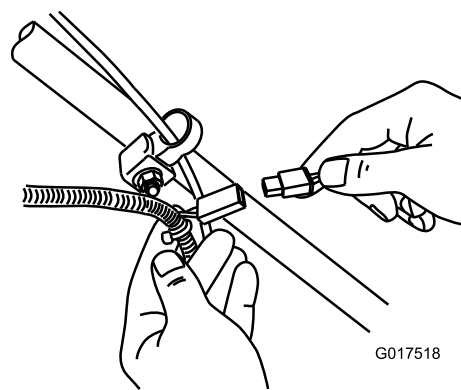

Рисунок 34
1. Подсоедините зарядное устройство к жгуту проводки, расположенному под ключом зажигания (**Рисунок 34**).